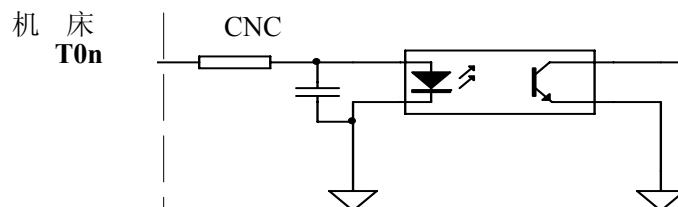

图 2-35
1、T01~T08、TCP 信号采用光藕输入，内部电路图如下图 2-35 所示：